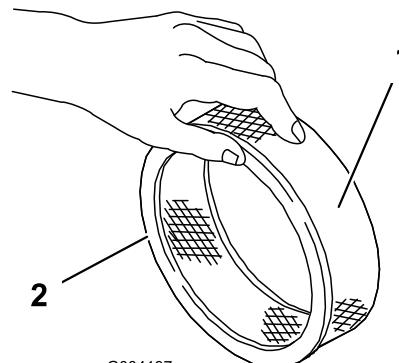

Bild 45
| 5. Untersuchen Sie den Papierfilter auf Risse, einen öligen Film und Schäden an der Gummidichtung (Bild 45). |       |
1. Schieben Sie den Schaumvorfilter vorsichtig auf den Papierfilter (Bild 45).